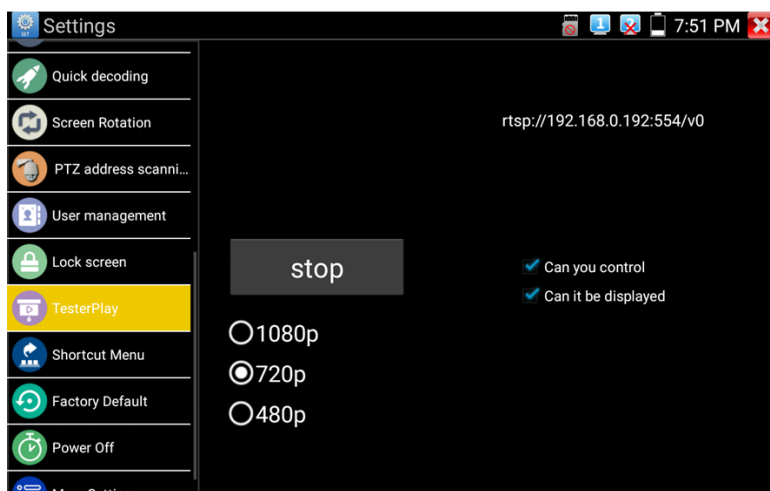

Рис. 36 Приложение TesterPlay
- 1) Найдите ярлык приложения TesterPlay в настройках тестера (рис. 36);